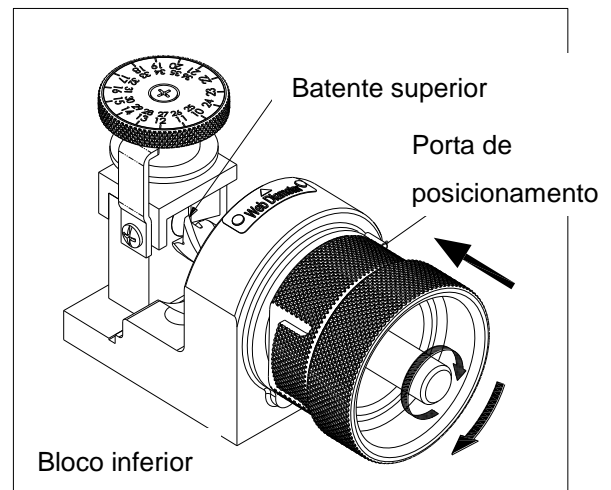

Fig. 12
- Insira o conjunto do mandril na porta de ajuste sem nenhuma folga. Certifique-se de que a **Fenda No. 1** esteja alinhada com o pino na porta de ajuste, e gire o conjunto no sentido horário até o final. (**Fig. 12**)
- Empurre a fresa até tocar no bloco inferior e gire no sentido horário até ser parada pelo batente superior. (**Fig. 12 e 13**)
- Gire o suporte da pinça no sentido horário para fixar o conjunto do mandril. (**Fig. 12**)